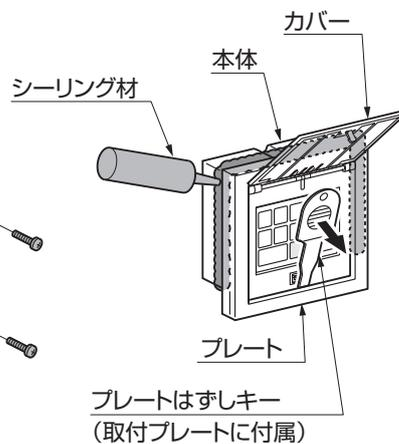

図3-7
③シークレットキー(テンキー)のプレートを取外してください。(図3-7参照)
(下面にはしないでください)(図3-7参照)